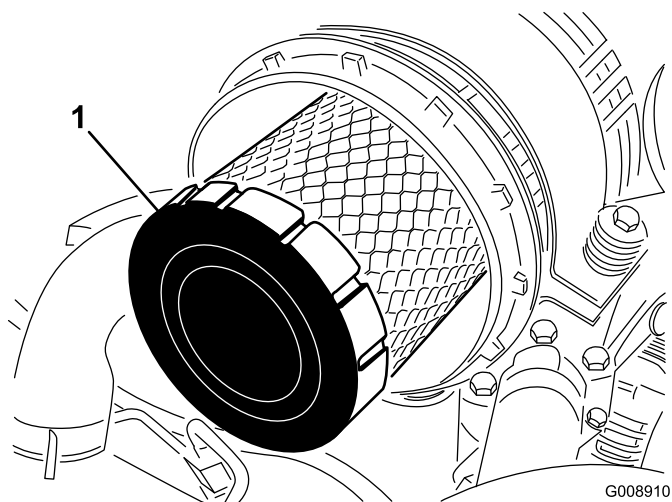

**Figura 45**
1. Liberte os trincos que fixam a cobertura do filtro de ar ao respectivo corpo (Figura 45).